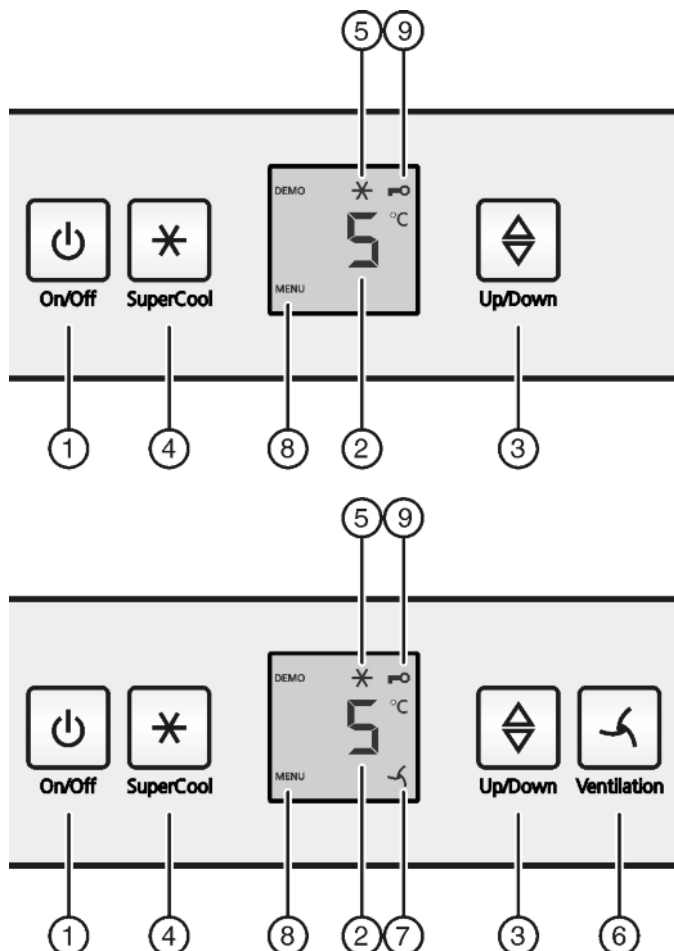

Fig. 2
- ▶ Натисніть клавішу On/Off. Fig. 2 (1).
- ▶ натисніть кнопку «SuperCool» Fig. 2 (4) і утримуйте її приблизно 5 секунд.
- ▷ На індикаторі відображається символ «Меню» Fig. 2 (8).
- ▶ Для підтвердження натисніть і відпустіть кнопку «SuperCool» Fig. 2 (4).
- ▷ На індикаторі світиться символ «Захист» Fig. 2 (9).
- ▶ Натисніть і відпустіть клавішу «On/Off». Fig. 2 (1).
► Виклик функції регулювання температури: натисніть кнопку настройки Fig. 2 (3).
► Зміна значення температури на 1 °C: натискайте кнопку настройки Fig. 2 (3), доки на індикаторі температури не висвітиться потрібна температура.
► натисніть і швидко відпустіть клавішу SuperCool Fig. 2 (4).
▷ Світиться символ SuperCool Fig. 2 (5).
▷ Вимикається символ SuperCool Fig. 2 (5).
► Натисніть і швидко відпустіть клавішу "Вентилятор" Fig. 2 (6).
▷ Світиться символ "Вентилятор" Fig. 2 (7).
▷ Гасне символ "Вентилятор" Fig. 2 (7).